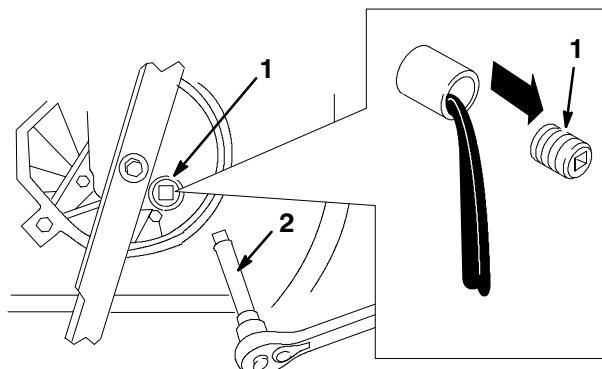

Figure 16
5. Retirer le bouchon de vidange d'huile, redescendre la tondeuse en position d'utilisation, et laisser l'huile s'écouler dans le bac de vidange (Fig. 16).